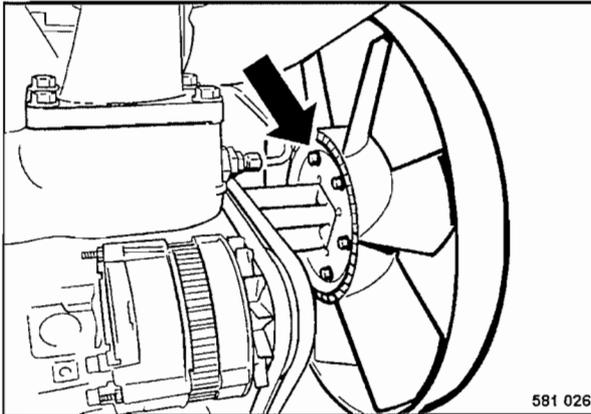

Fig. 70
- Desmontar el ventilador (Fig. 70).